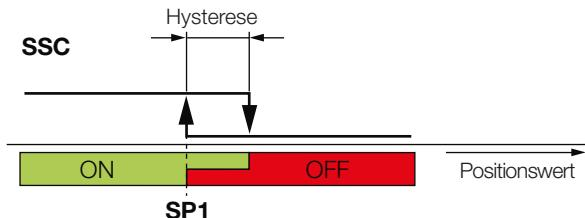

Bild 6-2: Beispiel für die Präsenzerkennung im Einelpunkt-Modus
- Einelpunktmodus (*single-point mode*, Bild 6-2): Wert: 1